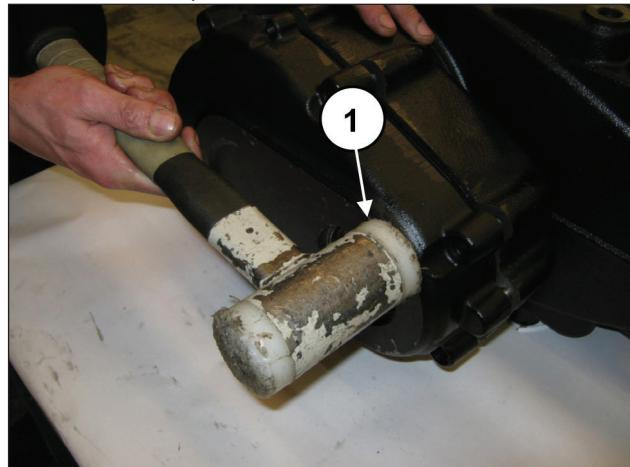
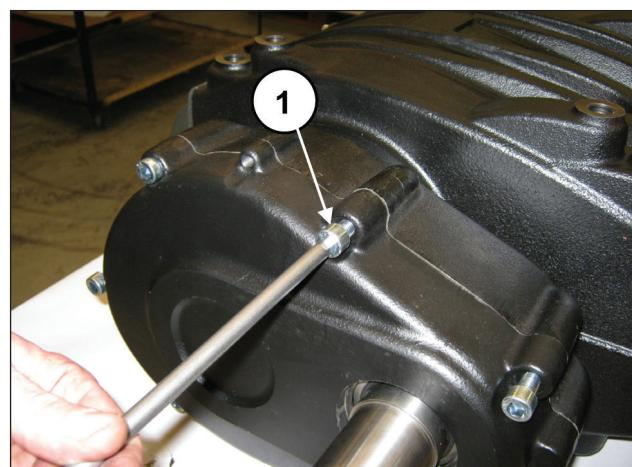

Fig. 89
Fig. 90
Monter le couvercle du réducteur à l'aide d'un chassoir à inertie (rep. ①, Fig. 89) et le fixer à l'aide de 7 vis M10x40 (rep. ①, Fig. 90).